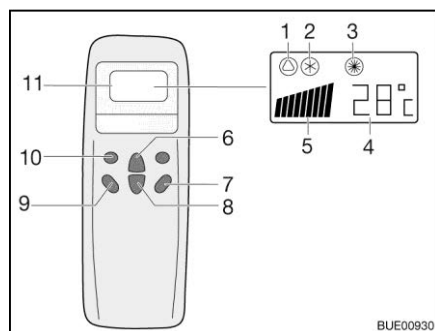
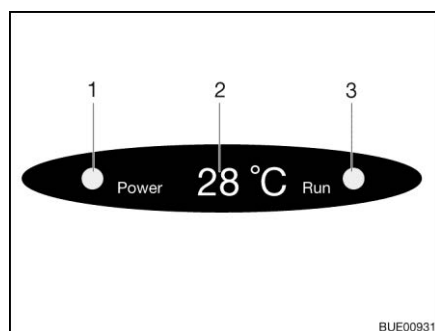

Fig. 125 Telecomando
Fig. 126 Display su diffusore
- Premere il tasto "ON/OFF" (Fig. 125,7).
- Premere il tasto "Mode" (Fig. 125,10) spesso, finché la modalità desiderata (Fig. 125,1, 2 o 3) viene visualizzata sul display. La spia di controllo relativa sul display sul diffusore (Fig. 126,3) si accende.
- Con i tasti di aumento della temperatura (Fig. 125,6) o di riduzione della temperatura (Fig. 125,8) regolare la temperatura desiderata.
- Con il tasto numero di giri ventola (Fig. 125,9) selezionare il livello desiderato per la ventola.